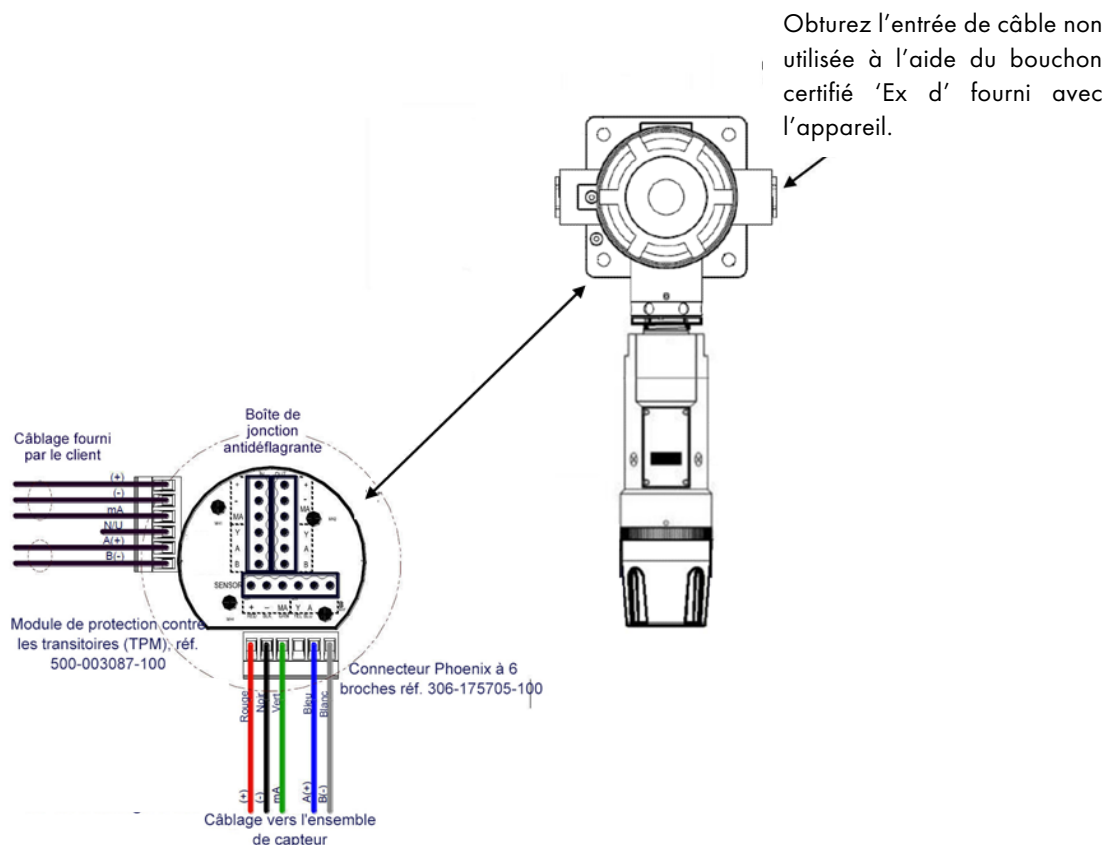
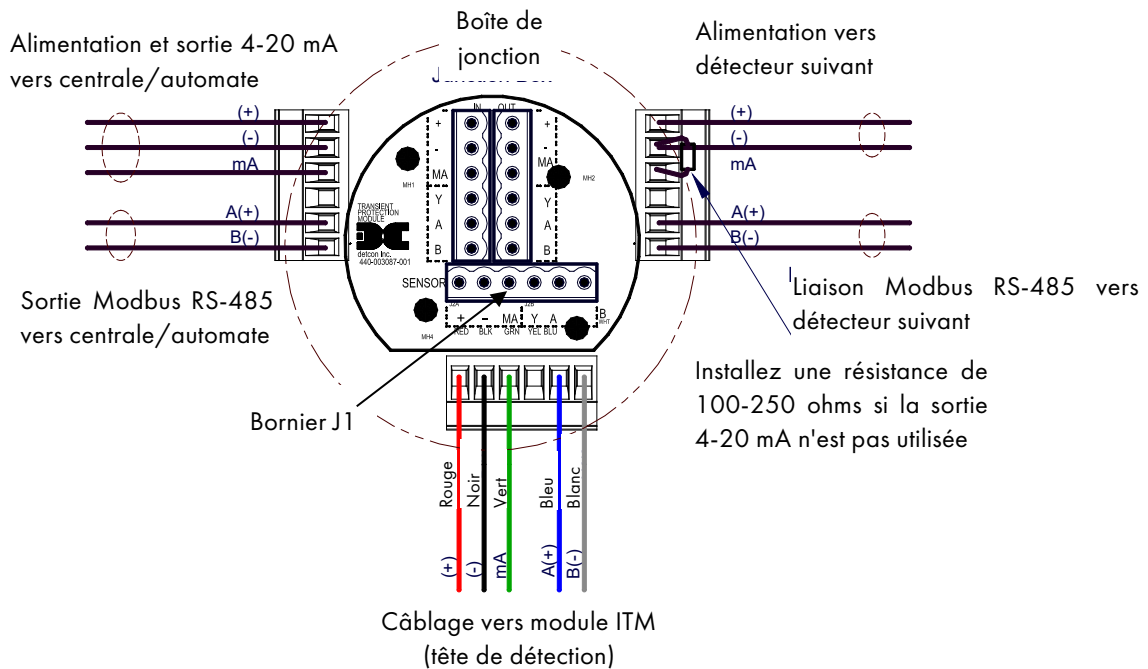

Figure 9 : Installation standard
Figure 10 : Connexions
Avant de commencer les travaux, reportez-vous aux Figure 9 et Figure 10.
a) Retirez le couvercle de la boîte de jonction pour accès aux borniers de raccordement (voir Figure 10 : Connexions.